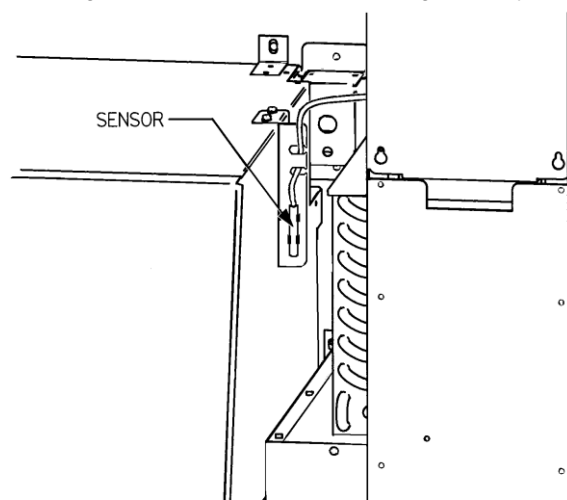

Figura 3 LOCALIZACIÓN DEL SENSOR DE TEMPERATURA EN LA CUBIERTA DE REFRIGERACIÓN
15. Inserte el Sensor de Temperatura SENSIT® en los broches del Soporte. Enrolle el arnés en las ranuras del Soporte como se muestra (ver Figura 3). Instale el Soporte para el Sensor de Temperatura SENSIT® en el lado derecho de la Cubierta para el Sistema de Refrigeración, aproximadamente a la mitad. Utilice los barrenos existentes para colocar el Soporte. Use dos pijas ó tornillos para asegurar el soporte. Reinstale las charolas que retiró temporalmente de la Máquina Expendedora para alcanzar los tornillos del Soporte.